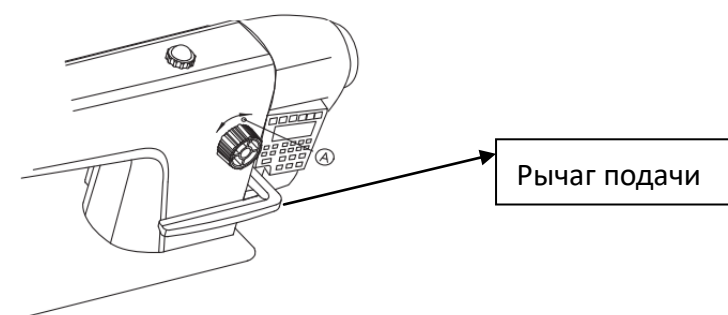

Рис.16
1. Поверните круговую шкалу (A) по направлению стрелки и установите желаемую длину стежка. (рис.16)
3. Нажмите на рычаг подачи (2) вниз и поверните круговую шкалу (A) для изменения длины стежка.